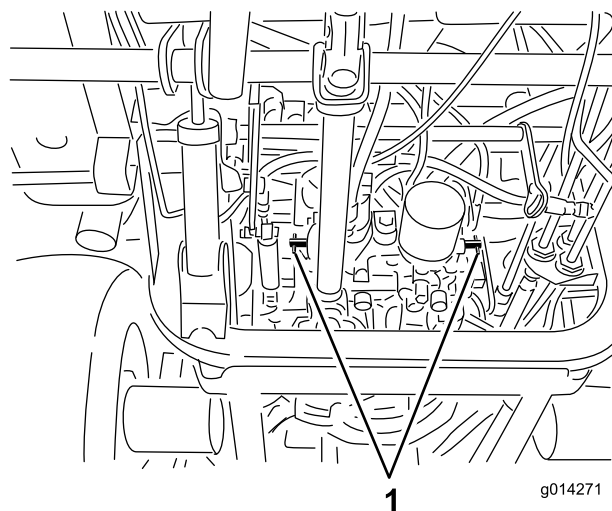

Figura 28
4. Rode cada válvula de derivação no sentido contrário aos ponteiros do relógio 1 volta (Figura 28).
Rode cada válvula de derivação no sentido dos ponteiros do relógio 1 volta e aperte-as à mão (aperte cerca de 8 Nm) (Figura 28).